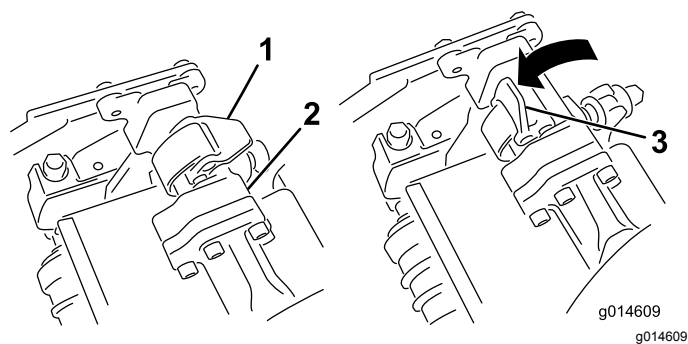
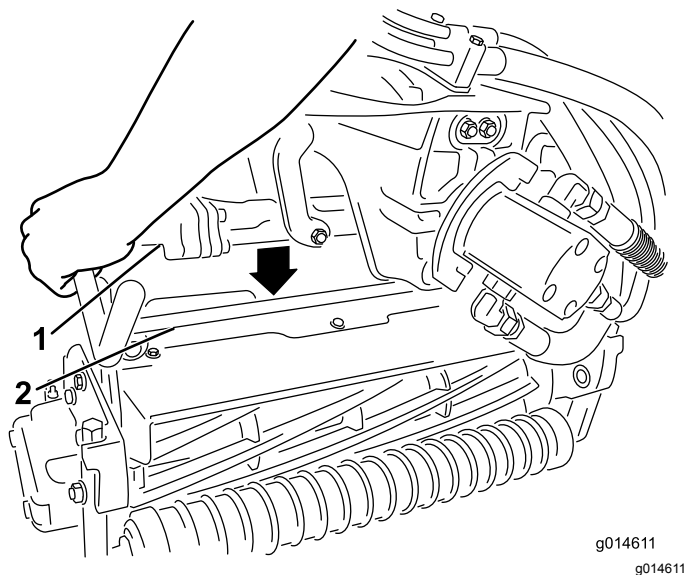

Bild 12
Bild 13
9. Die Riegel an der Aufhängearmstange müssen nach oben zeigen (d. h. offen) (Bild 12); drücken Sie den Aufhängearm dann so nach unten, dass die Stange über die Stange an der Oberseite des Mähwerks passt (Bild 13).
10. Drücken Sie die Riegel nach unten um die Schneideinheitstange herum und arretieren sie (Bild 12).